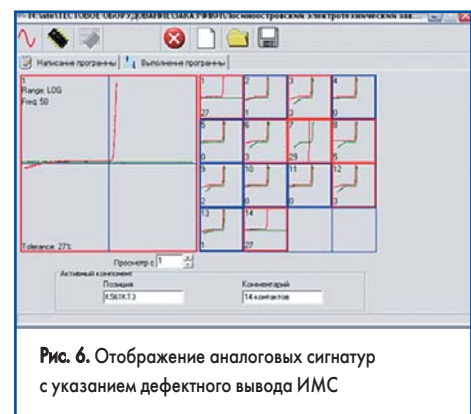

Рис. 6. Отображение аналоговых сигнатур с указанием дефектного вывода ИМС
1. Отображение информации. Вывод аналоговых сигнатур в графическом виде на экран ПК с указанием дефектного вывода ИМС (рис. 6).